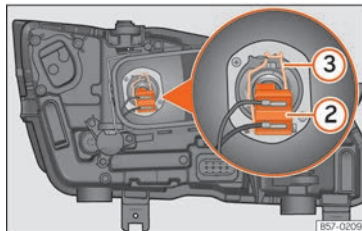

Fig. 109 Dans le compartiment moteur : ampoule des feux de croisement.
3. Retirez le connecteur » » fig. 109 ② de l'ampoule.
4. Décrochez le ressort entrebâilleur » » fig. 109 ③ en le pressant vers l'intérieur et vers la droite.